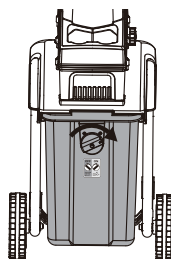

Figura 7
2. Bloccare il vassoio di raccolta (5) ruotando la leva di bloccaggio (6) in senso orario sulla posizione "ON", come mostrato nella figura 7.